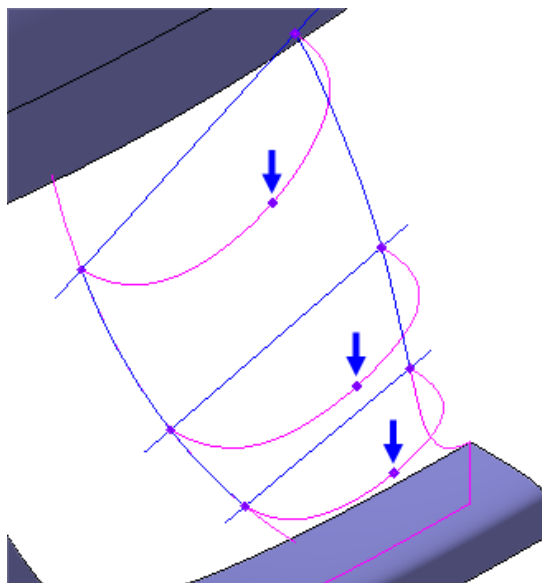

Рисунок 36.
- Создайте на каждой кривой по точке со смещением 50%, то есть точно посередине (рис.36).